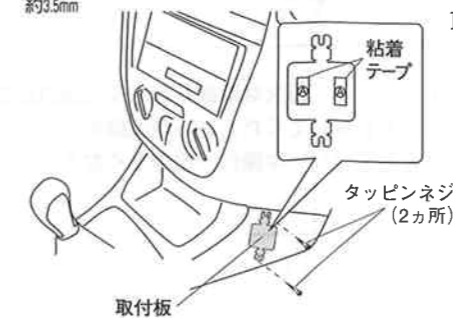

図4-2
- 2.コンソールボックスの運転席側の面に型紙をあててネジ下穴φ3.2の穴を開けます。この穴にあわせて、タッピンネジ(2ヶ所)で取付板を固定します。付属の粘着テープ(A)(2ヶ所)を取付板に貼ります。(図4-2)